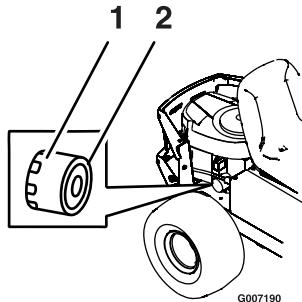

Figure 34
- 8. Enlevez le filtre usagé et essuyez le socle de montage (Figure 34).